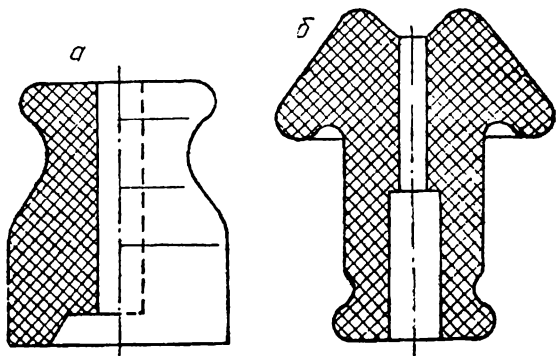

Рис. 4. Ролики:
*Ролики фарфоровые* предназначены для крепления изолированных проводов при выполнении осветительных проводок в основном на сгораемых основаниях. Для нормальных помещений применяют ролики РШ-4; РП-2,5; РП-6; для сырых — РСШ-4, РСВ-4, РСШ-10, РСВ-10. Внешний вид роликов для сухих и сырых помещений показан на рис. 4.